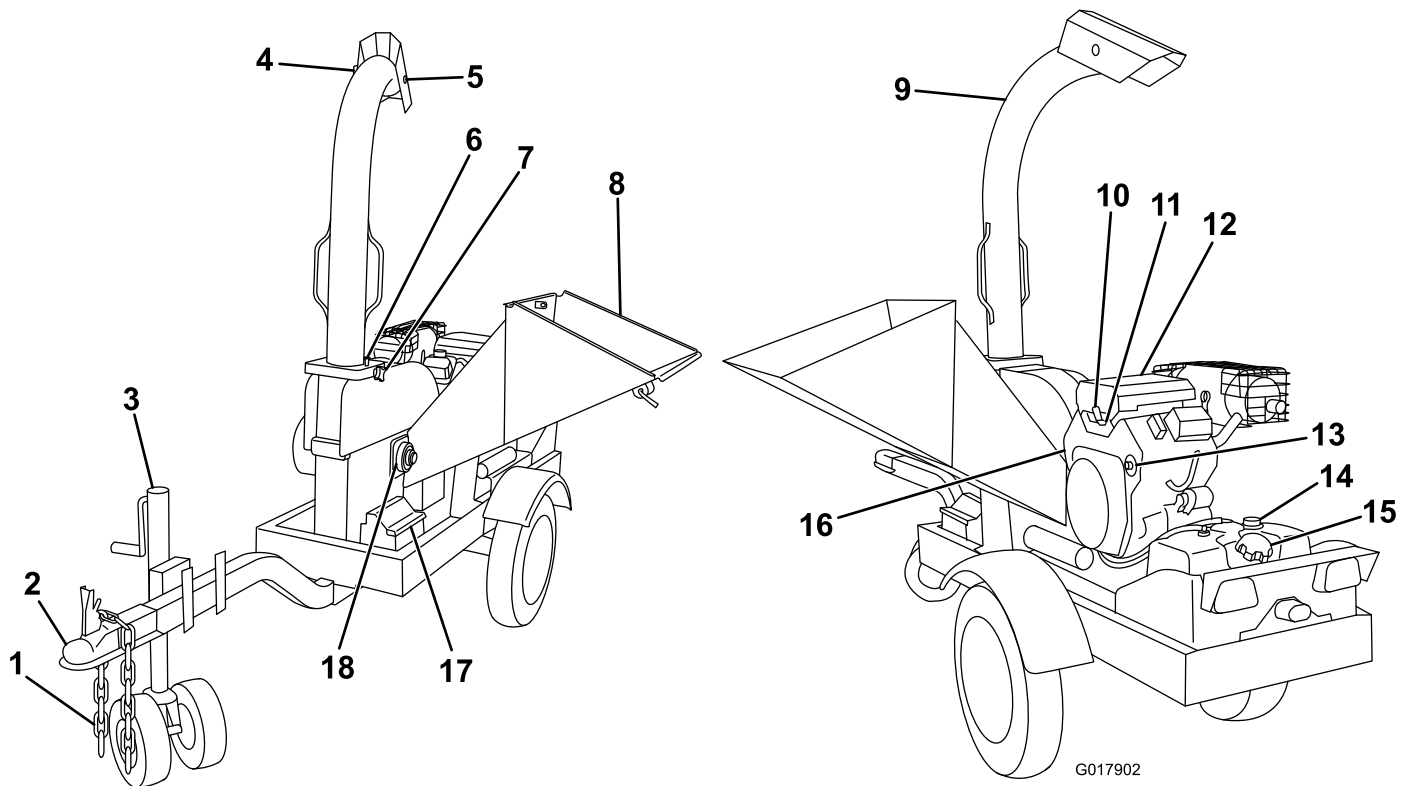

Figure 3
1. Relevez la trémie et verrouillez-la dans cette position. Tournez la goulotte vers l'arrière de la machine, verrouillez-la en position avec la goupille de verrouillage et serrez le bouton de verrouillage de goulotte (Figure 3).